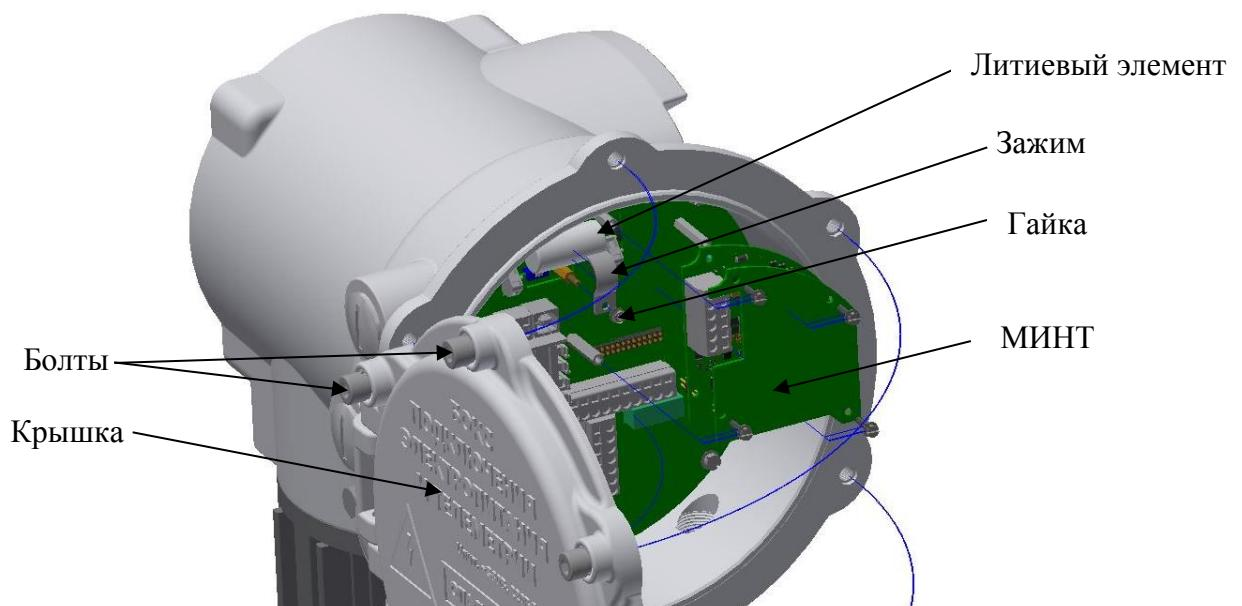

Рисунок 22
- открутить гайку, которая удерживает зажим (рис. 22);